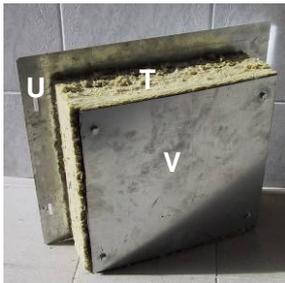

Abb.13
- Den Steinwolleblock (T) auf Größe der Lagerraumöffnung schneiden. Siehe Abb.13
- Den Steinwolleblock (T), wie in Abb.13 zu sehen, mittels mitgelieferter Sechskantschrauben zwischen Revisionsöffnungsvorderseite (U) und Revisionsöffnungsrückseite (V) montieren.
- Den fertig montierten Revisionsdeckel (W) einsetzen und mittels Flügelmutter verschrauben.